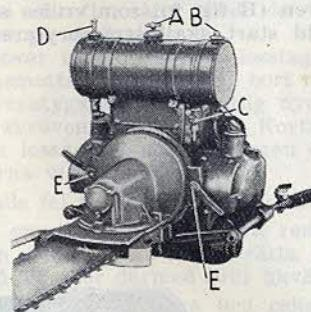
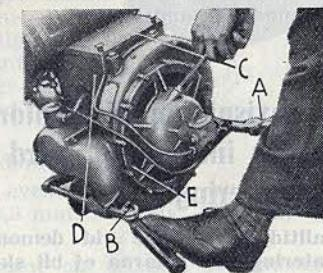
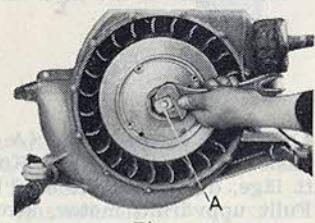

Fig. 8
Fig. 9
Fig. 10
1) Öppna luftskruvorna (A och B fig. 8) å tanken så långt det går. Öppna bränslekransen (C fig. 8). Kontrollera, att strömbrytaren (B fig. 9) står i rätt läge, dvs. parallellt med bärhandtaget.
2) Ställ gasreglaget (A fig. 9) vid märket "S".
3) Pumpa in bränsle i vevhuset genom att hastigt trycka ned kolven (D fig. 8) så långt det går. Vänta några sekunder mellan varje pumpsiag.
4) Sätt vänster fot mot vänster bärhandtag, fatta med händerna i handtaget på startanordningen (fig. 9) och drag med ett ryck igång motorn. Startanordningen rullar upp sig själv, så snart handtaget släppes.
1) Öppna luftkranarna (A och B fig. 8) å tanken så långt det går. Öppna bränslekransen (C fig. 8). Kontrollera, att strömbrytaren (B fig. 9) står i rätt läge, dvs. parallellt med bärhandtaget.
- 2) Ställ gasreglaget (A fig. 9) vid märket "S".
- 3) Pumpa in bränsle i vevhuset genom att hastigt trycka ned kolven (D fig. 8) så långt det går. Vänta några sekunder mellan varje pumpslag.
4) Sätt vänster fot mot vänster bärhandtag, fatta med händerna i handtaget på startanordningen (fig. 9) och drag med ett ryck igång motorn. Startanordningen rullar upp sig själv efteråt.
Startar motorn icke trots upprepade försök, inpumpas ytterligare startbränsle. Går det ej heller nu, bör motorn luftas. Stäng därvid bränslekranen (C fig. 8) och öppna gasreglaget för fullt samt drag några gånger i startanordningen. Öppna därefter bränslekranen, återför gasreglaget till startmärket och pumpa in nytt startbränsle. Starta på nytt. Skulle motorn trots detta ej gå igång, undersölk om bränsle rinner fram till förgasaren samt om gnista erhålls från magneten. Hur förgasaren resp. tändningen skall undersökas beskrives under rubrikerna "Förgasare" resp. "Magnetapparat".
MOTORN STANNAS genom strömbrytaren (B fig. 9), som vrides så, att den står vinkelrätt mot bärhandtaget. Vid start skall strömbrytaren stå parallellt med bärhandtaget.
SVÄNGHJULET borttages med hjälp av dragmuttern nr 10438 (A fig. 10). Skruva först bort läsmuttern och skruva sedan in dragmuttern med hjälp av en skiftnyckel. Sedan hjulet losstagits, förankras polerna i magneten för att undvika magnetismens försvagning. Glöm ej kilen vid återmontering.
Magnetapparaten har fast inställning och behöver sålunda ej regleras. Skulle kontakterna behöva justeras, skall först locket (E fig. 9) bortskrivas och sedan regelfästet. Genom hålet (A fig. 11) är kontakterna åtkomliga. Vrid fram svänghjulet så, att hålet kommer mitt för kontakterna och justera dessa med härför avsedd nyckel nr 4105. Stoppmuttern (C fig. 12) lossas först och sedan justeras inställningen genom att skruven (B fig. 12) vrider. Avståndet mellan kontakterna skall vara 0,4 mm eller så, att den å nyckeln sittande bladklingen kan föras in mellan kontaktspetsarna utan glappning. Efter justeringen åtdrag stoppmuttern (C fig. 12), varvid skruven (B fig. 12) fasthålls! Skruva därefter åter fast de borttagna delarna på sina platser!
Förgasaren är inkapslad och blir åtkomlig genom att locket (C fig. 9) öppnas efter det mutterskruvorna lossats. Förgasaren har ett fast tomgångsmunstycke och ett justerbart huvudmunstycke. Justering är nödvändig, dels för körning med olika bränslen och dels på grund av de olika väderleksförhållanden, som råda under sommar-, resp. vintertid. Justerskruven blir åtkomlig genom att luftluven (A fig. 10) borttagges, och justeringen kan verkställas genom att man lossar säkringsmuttern och medelst nyckel nr 13755 vrider skruven till olika lägen. För normalbränslen skall skruven under sommartid vara öppen ca 1 varv och under vintertid ca 1½ varv. För ersättningsbränslen är motsvarande: Sommartid ca 1½ varv, vintertid ca 1¼ varv eller något mera. Säkra alltid justerskruven efter varje ny inställning! Inställningen får finjusteras, om det vid sågning visar sig, att motorn behöver mer eller mindre bränsle, än munstycket i det nya läget medger. Dock behöver inställningen normalt ej ändras mer än för sommartid resp. vintertid.
Behöver slamuppsamlaren (B fig. 10) rengöras, måste sidoplåten (D fig. 9) först borttagas, varefter slamuppsamlaren kan bortsruvas.
Växelhuset är vridbart och fastklämmes med två muttrar (E fig. 8). Vid fällning står skenan i horisontalläge (fig. 1) och vid kapning i vertikalläge (fig. 2). Efter varje vridning måste muttrarna (E fig. 8) fastdregas. Tildragningen sker med den å varje mutter anbringade nyckeln. Nycklarna är förställbara, så att tillräcklig dragkraft erhålls. Genom att säkringsringen lossas kan nyckeln flyttas å sexkanten. Växelhuset lossas från motorn genom att nycklarna på de muttrar, som fastklämmer huset först borttagas. Därefter bortsruvas muttrarna (E fig. 8), och växelhuset borttagas.